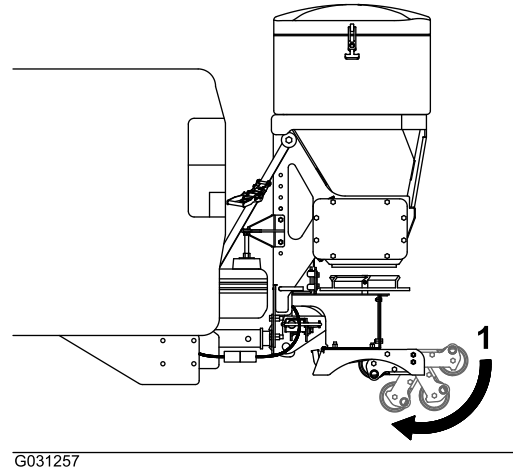

Figure 13
11. Avec le pied, appuyez sur les roues du pied de support pour les faire pivoter et les ranger sous le pied (Figure 13).